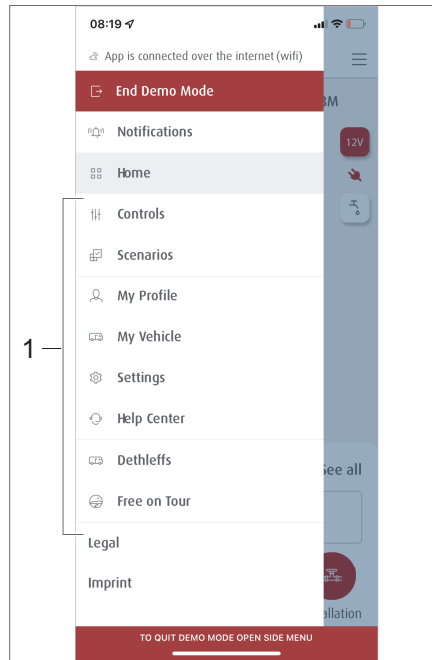
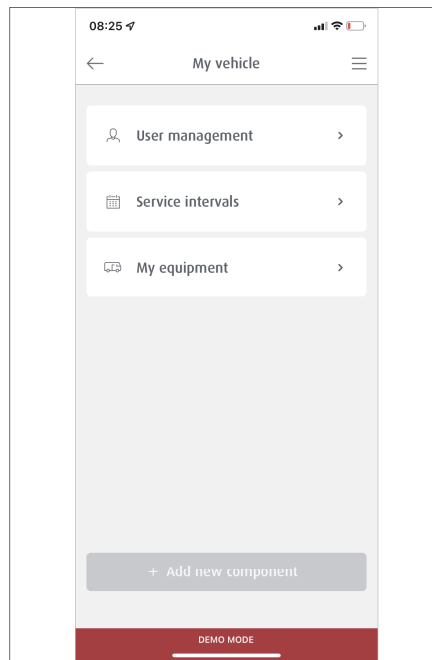

Fig. 301 Sous-menus
Fig. 306 Sous-menu Mon véhicule
- Dans la rubrique Menu, appuyer sur le symbole ☰. Les sous-menus (Fig. 301,1) s'affichent.
- Dans la rubrique Menu, appuyer sur *Scénarios* (Fig. 301,1).
- Dans les sous-menus, (Fig. 301,1) sélectionner le menu *Commande*.
- Dans les sous-menus, (Fig. 301,1) sélectionner le menu *Mon véhicule*. Dans le sous-menu *Mon véhicule* (Fig. 306), il est possible de configurer des accès invités, de planifier des rendez-vous de service et de saisir l'équipement du véhicule.